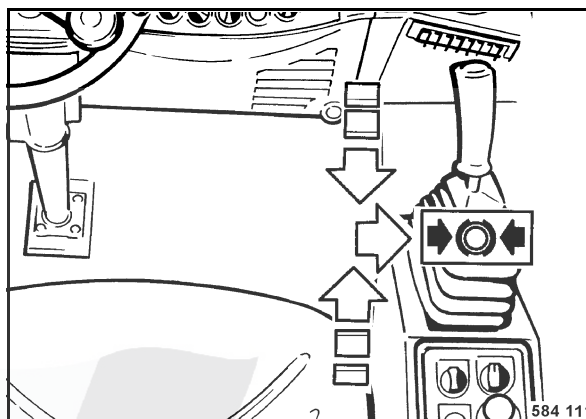

fig. 33
- Vérifier si le levier de commande de la marche (fig. 33) est encranté vers la droite sur position de freinage.